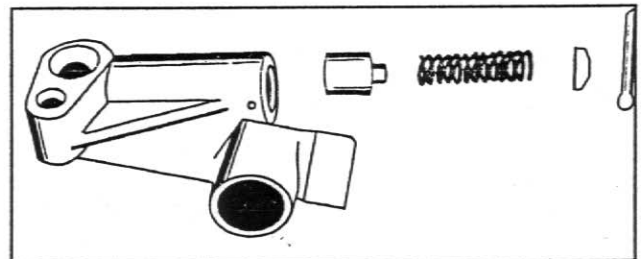

Fig. 8
6. Remova o contrapino, desmontando o conjunto da placa de encosto, mola e êmbolo da válvula de alívio, fig. 8.